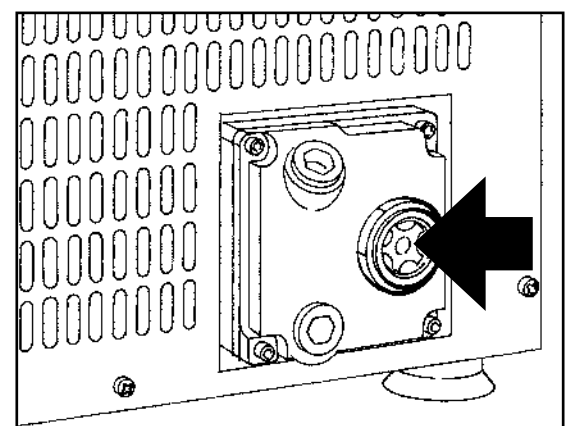

Fig. 2
- Überprüfen Sie den vorschriftsmäßigen Ölstand der Pumpe über das Schauglas (**Abb. 2**). Befolgen Sie bei unzureichendem Füllstand die Anweisungen im Kapitel "ÖLWECHSEL DER PUMPE".